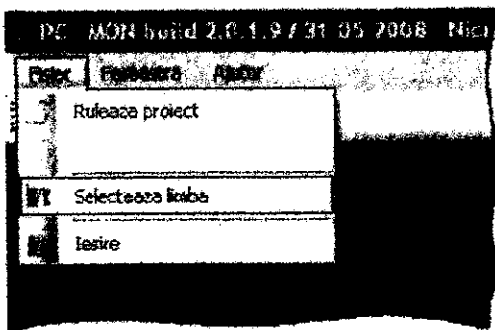

Fig. 1: Meniu selectie limba
a. **Selectarea limbii** se face accesand meniul **Fisier->Selecteaza limba** (vezi Fig. 1) sau dand click pe butonul cu icoana steag din toolbar.